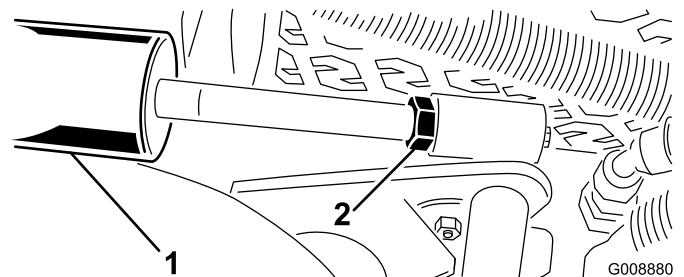

図 15
A. カッティングユニットを降下させ、シリンダについているジャムナットを戻す (図 15)。